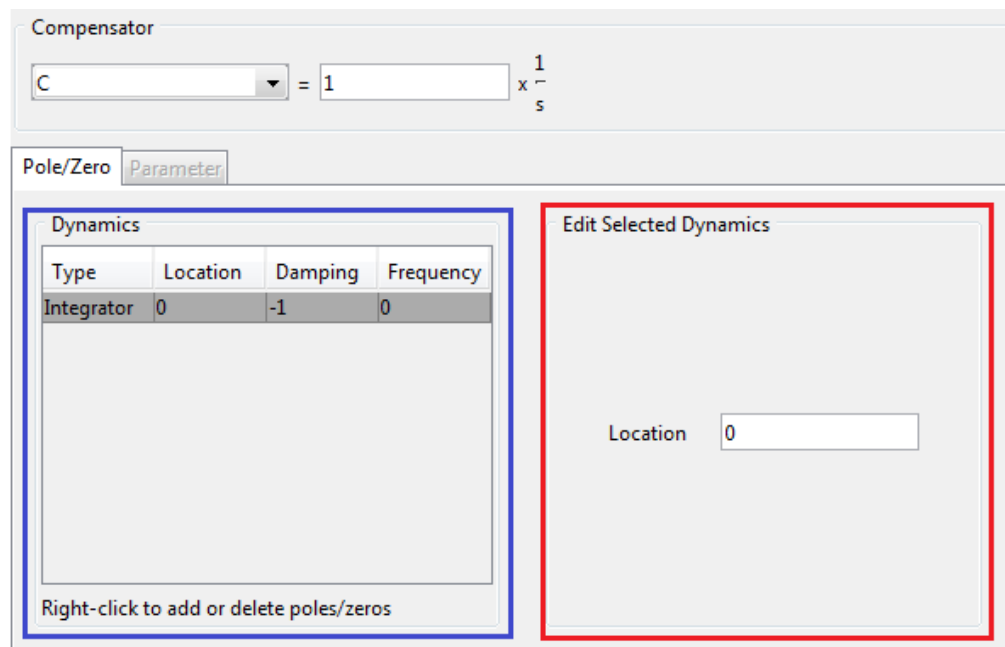

Figura 26. Esquema pestaña Compensator Editor con integrador.
- El integrador se ubica en el recuadro azul *dynamics* de la figura 26, y su localización puede cambiarse en el recuadro *edit dynamics* de color rojo de la figura 26.